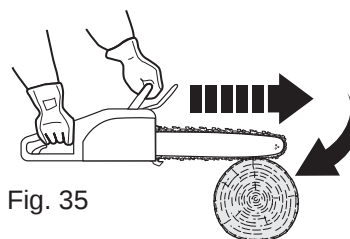

Fig. 35
- > Si la chaîne [3] est pincée au niveau du bord inférieur du guide-chaîne [4], l'appareil peut être projeté brutalement vers l'avant (Fig. 35).